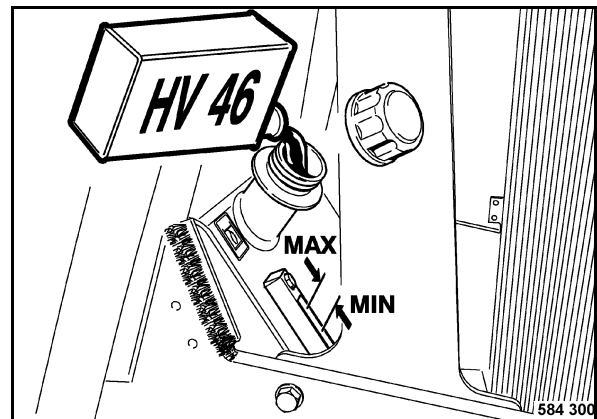

Fig. 166
- Retirar la tapa de llenado (Fig. 166).